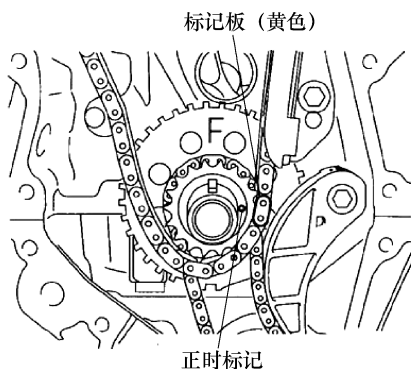

图 1-73 对准凸轮轴正时标记
⑤ 用扳手固定凸轮轴的六角头部分, 并顺时针转动凸轮轴正时齿轮总成。
⑥ 将标记板(黄色)和正时标记对准, 并将链条安装至曲轴正时齿轮, 见图 1-73。